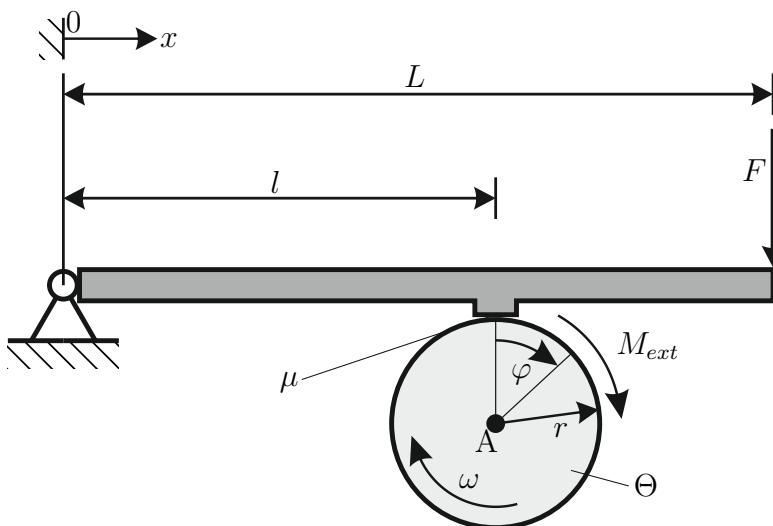

Abbildung 4: Trommel mit Bremshebel.
4. Im folgenden Beispiel wird eine Trommel mit dem Radius r und dem Massenträgheitsmoment Θ betrachtet, siehe Abb. 4. Die Trommel dreht sich mit der Winkelgeschwindigkeit $\omega(t)$ und hat anfangs die Winkelgeschwindigkeit $\omega(t = 0) = \omega_0$. Der Drehwinkel der Trommel ist mit $\varphi(t)$ gegeben, wobei dieser am Anfang gleich Null ist. Die Trommel soll durch einen Bremshebel der Länge L zum Stillstand gebracht werden. Hierbei ist der Bremshebel an der Stelle $x = 0$ drehbar gelagert. An der Stelle $x = L$ wirkt eine externe Kraft F und bei $x = l$ kommt es zu einem reibungsbefreiten Kontakt zwischen dem Hebel und der Trommel. Die Reibung an diesem Kontakt wird durch Gleitreibung mit dem Koeffizienten μ charakterisiert. 8 P.|